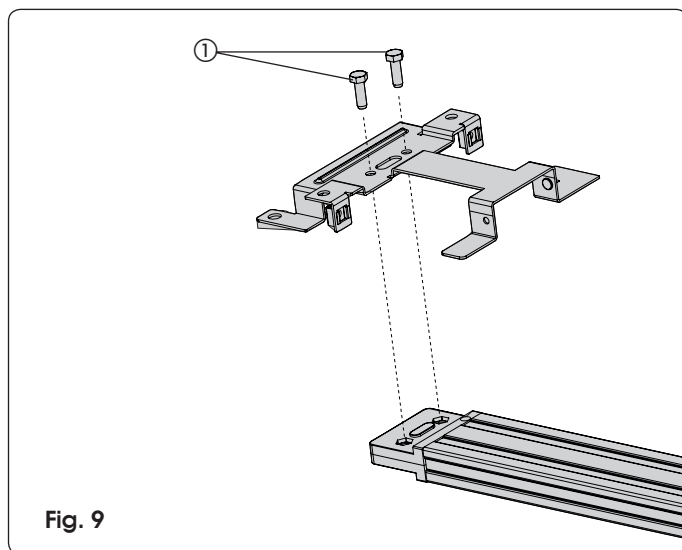

Fig. 9
Avant de fixer le rail de guidage au plafond, assembler la patte d'attache postérieure dans le logement spécifique du groupe d'embrayage de la traction et serrer les vis d'après la Fig. 9 ref. ①.